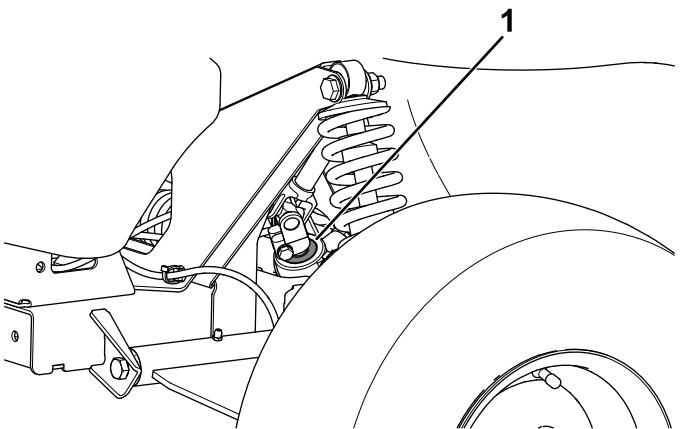

Figura 42
- Importante:** Verifique o estado e a segurança do vedante do eixo pinhão (Figura 42).